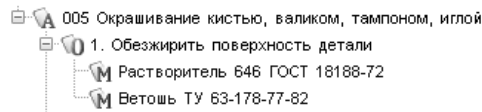

Рис. 12.2.
5. К переходу *1* операции *005* добавьте вспомогательные материалы (рис. 12.2). При добавлении ветоши снимите галочку на вкладке **Объекты фильтрации** напротив объекта *Обезжирить поверхность детали*.